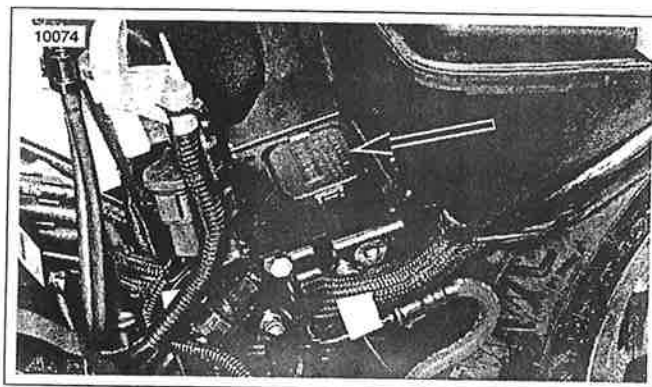

Figura 7-79. Ubicación del TSM/TSSM
Vea la Figura 7-79. El TSM/TSSM está situado en la cavidad abajo de la bandeja de la batería.
4. Baje el TSM/TSSM dentro de la cavidad. Vea la Figura 7-79. Asegúrese de que la parte superior del TSM/TSSM esté al mismo nivel que la parte inferior de la bandeja de la batería.